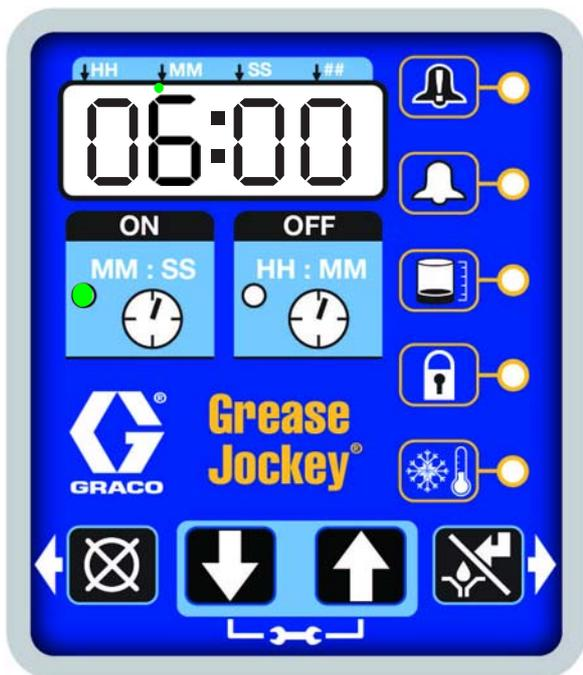

FIG. 30
- Quand le compte à rebours du temps d'arrêt arrive à zéro, la pompe de lubrification automatique allume la pompe qui se met en marche pour le cycle de temps de marche programmé (FIG. 30).
- L'exemple illustré en FIG. 30 montre un temps de marche de 6 minutes avant la fin du cycle de lubrification.